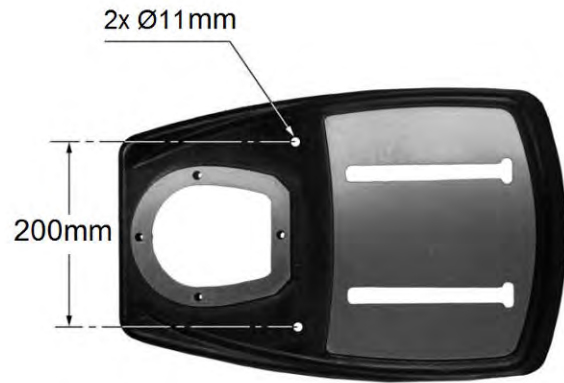

Fig 4
**Um ein Kippen zu vermeiden, muss die Maschine mit zwei Ankerschrauben (nicht mitgeliefert) am Boden festgeschraubt werden. Fig 4**